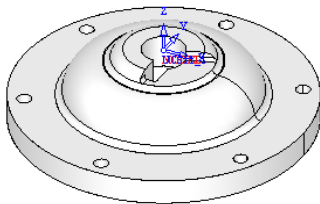

图 2-203 文件调入
1) 启动 Cimatron E9.0。启动 Cimatron E9.0, 选择下拉菜单“文件”→“打开文件”命令, 弹出“Cimatron Explorer”对话框, 选择“exercise10nc.elt”(“随书光盘: \Chapter02\exercise10\uncompleted\exercise10nc.elt”)文件; 单击 Load 按钮, 完成文件调入, 如图 2-203 所示。